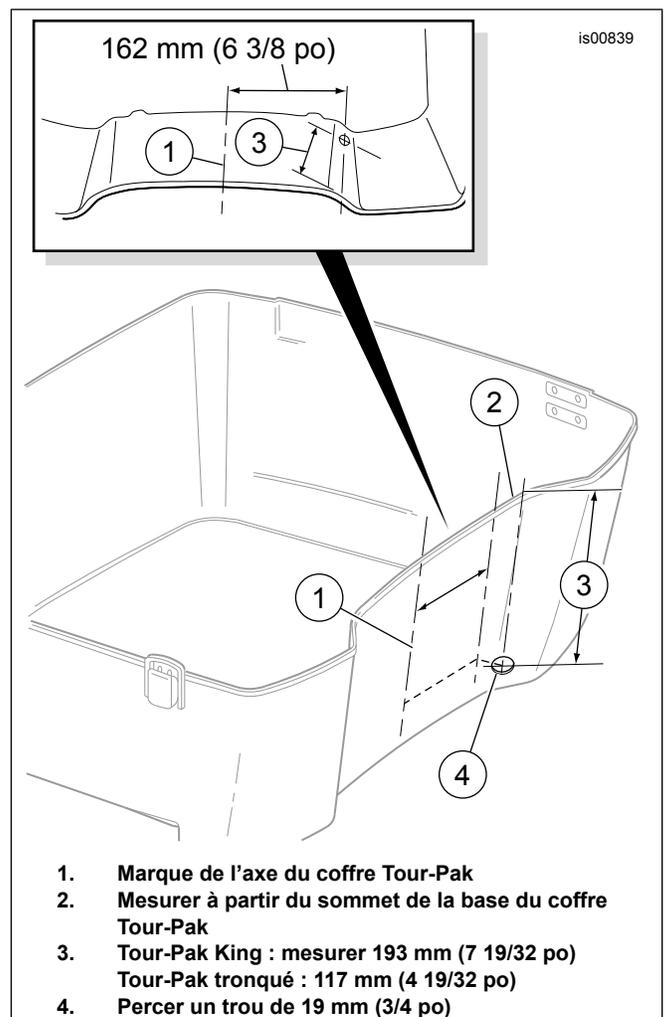

Figure 3. Emplacement de perçage de câble d'antenne AM/FM (Tour-Pak de type 2)
- l. Voir la Figure 3. Mesurer et déterminer le centre (1) de la paroi avant intérieure du coffre Tour-Pak.
- o. En faisant face au ruban, mesurer 162 mm (6 3/8 po) entre la ligne centrale et le côté gauche de la paroi avant du coffre Tour-Pak. Ne pas suivre la courbure de la paroi, mais mesurer **perpendiculairement**. Voir l'encart de la Figure 3.